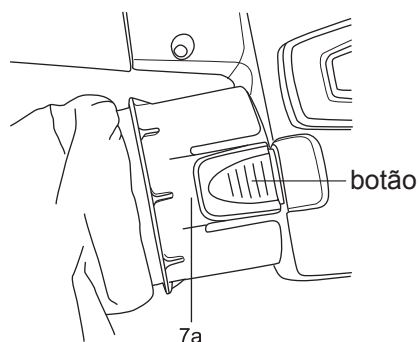

Fig. 4
3. Fixe a argola para pendurar (7b) do saco de recolha (7) ao gancho (9) no fundo do tubo inferior (12). Alinhe o conector (7a) com o bocal de saída (6) e insira-o no devido lugar. Para desencaixar, pressione os botões em ambos os lados até ao fundo enquanto puxa para fora. (Fig. 4)